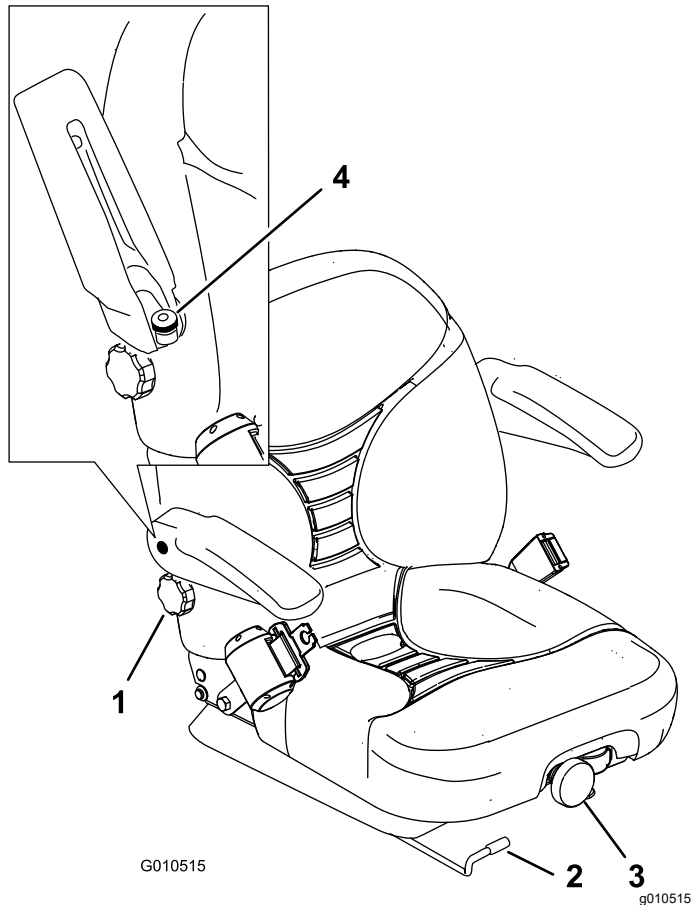

Figure 32
1. Poussez le levier sur le côté pour débloquer le siège (Figure 32).
Pour ce faire, tournez le bouton avant dans un sens ou dans l'autre pour obtenir la position la plus confortable (Figure 32).
Pour ce faire, tournez le bouton situé sous l'accoudoir droit dans un sens ou dans l'autre pour obtenir la position la plus confortable (Figure 32).
Relevez l'accoudoir et tournez le bouton dans un sens ou dans l'autre pour obtenir la position la plus confortable (Figure 32).